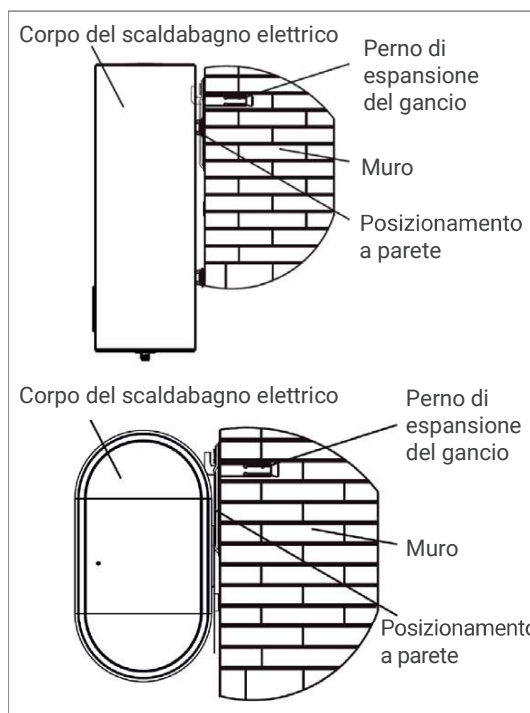

Fig.3
4. Durante il normale utilizzo, la maniglia della valvola di sicurezza (Fig. 3) deve essere aperta regolarmente per eliminare i depositi di carbonato di calcio. Il metodo è: tirare la maniglia di scarico verso l'alto fino alla posizione orizzontale (se la maniglia è dotata di viti, rimuovere le viti con un cacciavite prima di questa operazione) e verificare se la valvola di sicurezza è bloccata (se c'è scarico d'acqua). Se è bloccata, contattare il reparto di manutenzione.